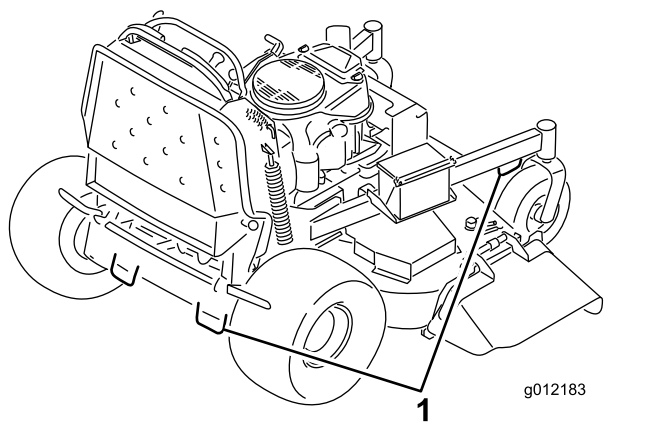

図 30
7. 前キャストホイールおよび後部バンパーを利用して機体をロープやチェーンなどで固定する 図 30。ロープ掛けや積荷固定については各地域の法令などに従ってください。